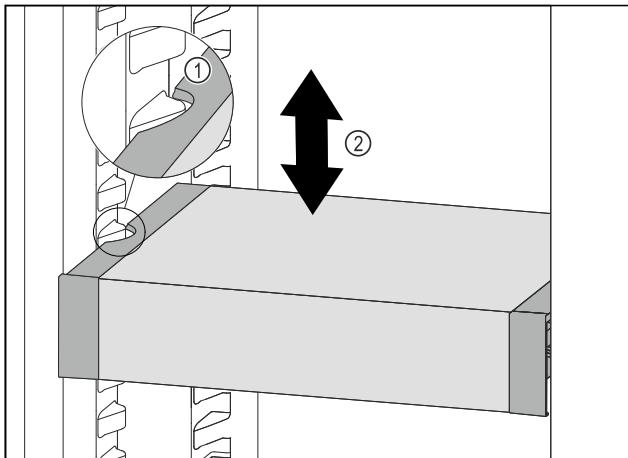

Fig. 123
- Потягнути VarioSafe вперед, поки бокові заглиблення VarioSafe не опиняться на рівні ребра для резервуара в охолоджувальному відділенні. Fig. 123 (1)
- Пересувайте VarioSafe вгору або вниз в охолоджувальному відділенні до тих пір, поки не досягнете бажаної висоти. Fig. 123 (2)